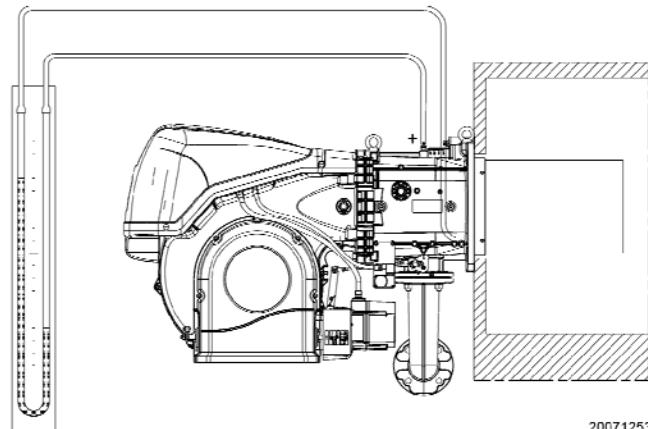

Рис. 27
- Установите водяной U-образный манометр или манометр дифференциального типа (Рис. 27), вход "+" присоединяется к штуцеру давления газа на муфте, а вход "-" к штуцеру на камере сгорания.
Поступление газа в соединительную муфту можно определить по U-образному манометру (Рис. 27).